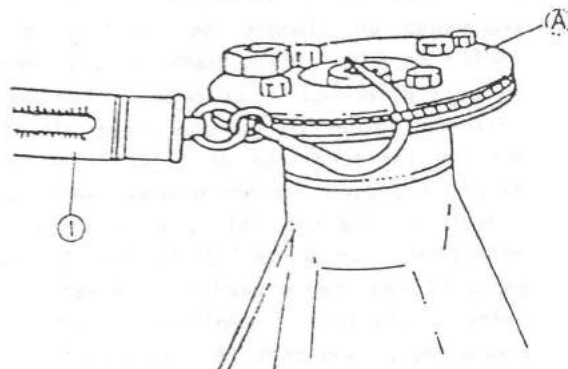

Fig. 16-21-3
- Coloque el rodamiento de cola sobre el piñón de ataque simulado, monte la brida y la tuerca, apretando esta última hasta que se alcance una resistencia al giro de 1,8 a 3,4 kgs. (Fig. 16-21-3).